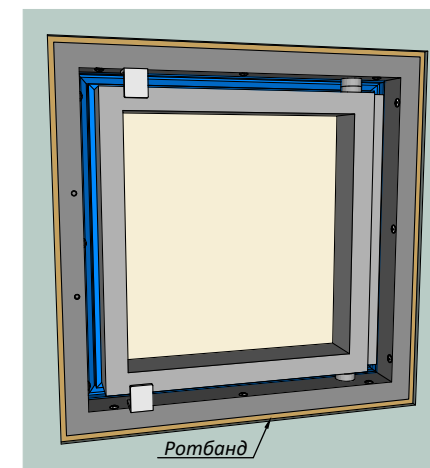

Рис. 5
- 6.** Тщательно заполните зазор между рамой люка и проёмом по периметру, с помощью Ротбанда (Рис.5). Затем приступите к отделке люка.